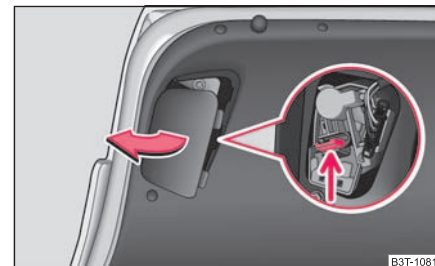

Fig. 239 Desmontaje de la parte interior de la unidad de luces posteriores
- Retirar la cubierta de la unidad de luces posteriores en el lado izquierdo de la tapa de maletero ⇒ página 271, fig. 239.
- Comprima la trampa elástica ⇒ página 271, fig. 239 y retire el portalámparas de la caja de la unidad de luces posteriores.